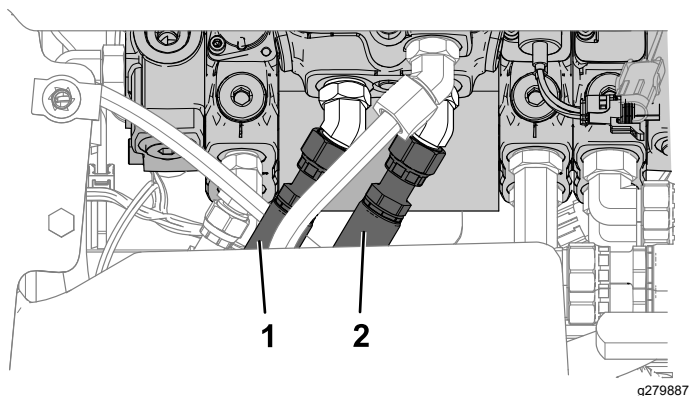

Figura 18
2. Collegate i raccordi dritti alle porte vuote della valvola della leva dei comandi idraulici (Figura 18).